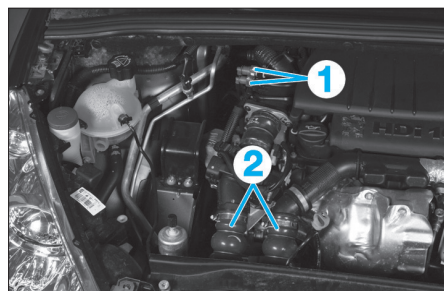

Fig. 86
- Désaccoupler et écarter les tubes d'alimentation et de retour carburant (1) (Fig.86).